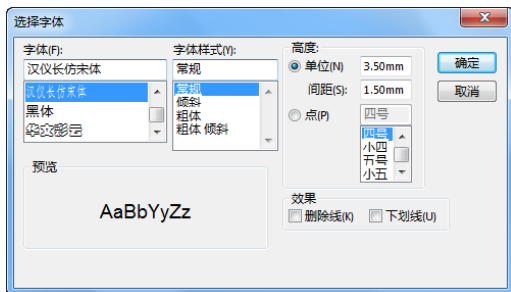

图 2-43 “选择字体”对话框
**04** 修改字体。如果不需要系统默认字体，单击去掉属性管理器中的“使用文档字体”选项，然后单击“字体”按钮，此时系统出现如图 2-43 所示的“选择字体”对话框，按照需要进行设置。